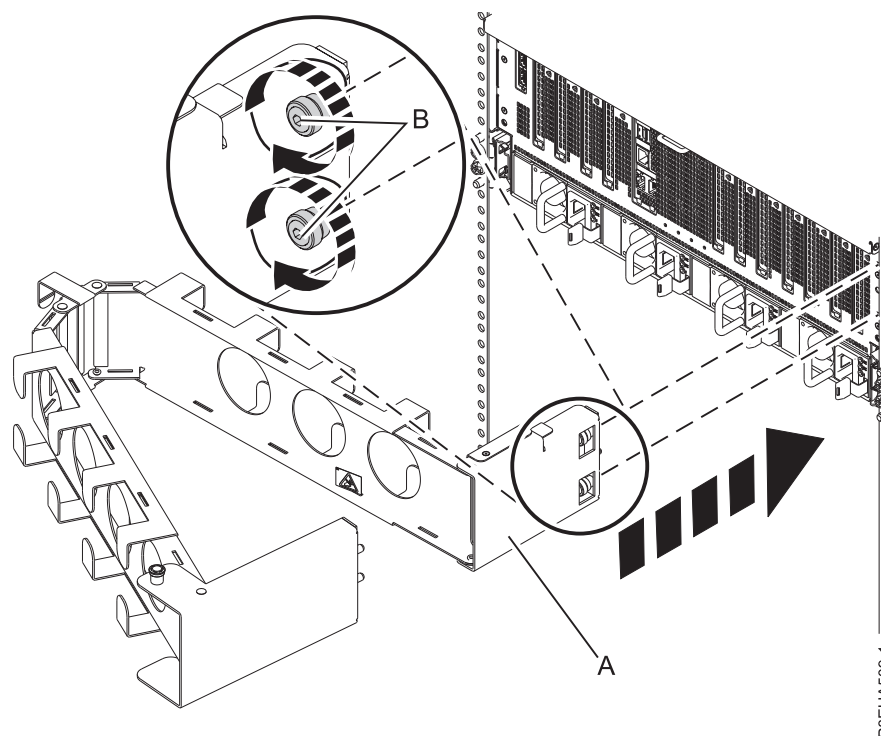

Figure 17. Fixation de la plaque intérieure au châssis du système
1. Fixez la plaque intérieure (A) au châssis du système en serrant à la main les deux vis captives (B) dans les trous taraudés du châssis, comme illustré à la figure 17, à la page 17. Utilisez la clé torx T25 fournie avec votre système pour finir de serrer les boulons.